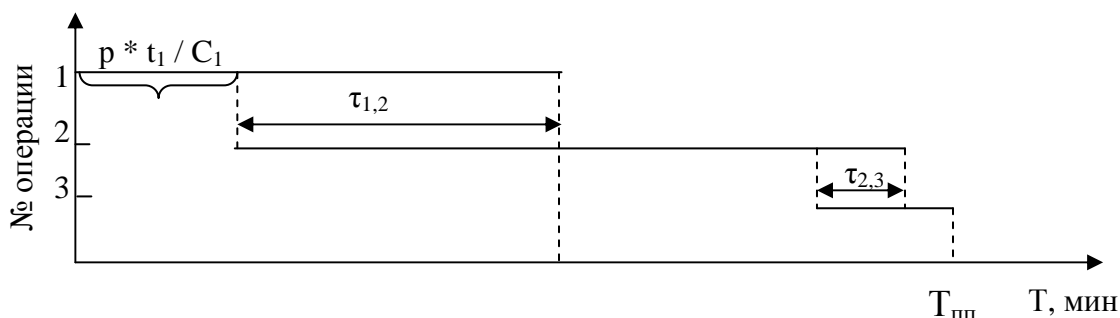

Рисунок 3.2 – Параллельно-последовательный вид движения предметов труда
При этом виде движения смежные операции перекрываются во времени в связи с тем, что они выполняются в течение некоторого времени параллельно (рис. 3.2).
- когда продолжительность предшествующей операции больше последующей (на рис. 3.2 – сочетание 2-й и 3-й операций). Сразу передавать деталь (или транспортную партию) на следующую операцию нельзя (нет задела);